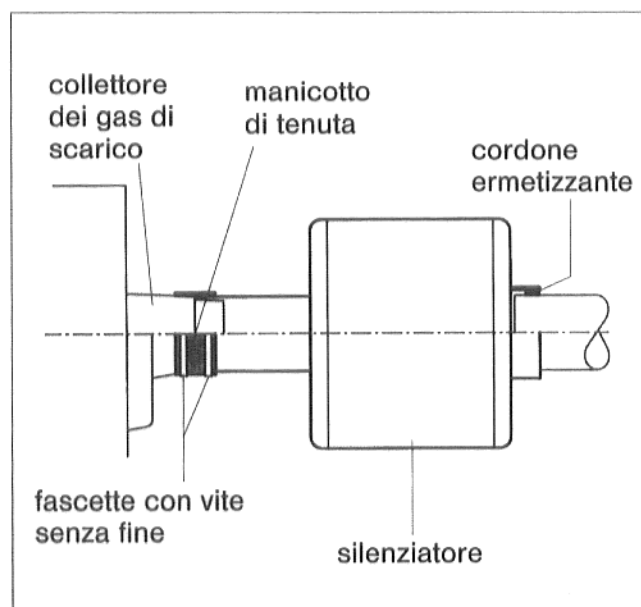

Fig. 2
- infilare una fascetta a vite senza fine sul collettore dei gas di scarico e un'altra sul tronchetto lungo del silenziatore (Fig. 2)
- infilare il tronchetto lungo del silenziatore sul collettore dei gas di scarico fino all'arresto (Fig. 2)
- posare il manicotto di tenuta al giunto tra collettore e tronchetto del silenziatore (sovrapposizione in alto); la superficie nera indica verso l'esterno (Fig. 2)
- spingere le fascette sul manicotto di tenuta; una fascetta deve esercitare pressione sul tronchetto del collettore e l'altra sul tronchetto del silenziatore (Fig. 2)
- infilare il tubo di scarico seguente nel tronchetto libero del silenziatore (Fig. 2)
- ermetizzare la giuntura tra tubo e tronchetto del silenziatore con il cordone ermetizzate a corredo (Fig. 2)